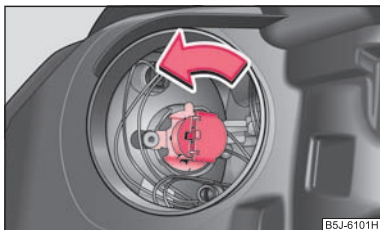

Abb. 172 Ausbau der Glühlampe für Fernlicht
- Den Stecker mit der Glühlampe bis zum Anschlag nach links drehen ⇒ Abb. 172 und herausnehmen.